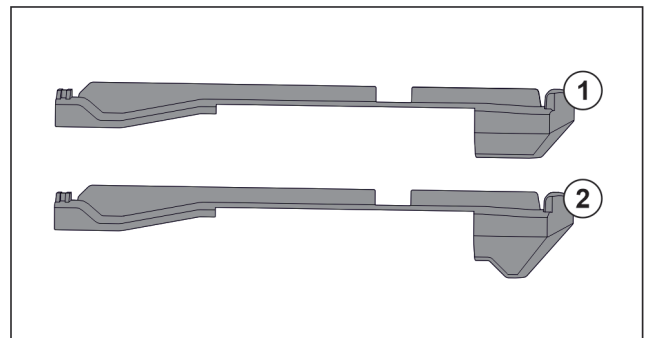

Fig. 54 Порівняння вставних частин
У пристрої є дві різні вставні частини. Вставна частина над самим нижнім висувним ящиком Fig. 54 (2) має трикутний край. Всі інші вставні частини Fig. 54 (1) мають прямий край.
- ▶ Розмістити вставну частину Fig. 54 (2) з трикутним краєм над самим нижнім висувним ящиком.
- ▶ Розмістити вставну частину Fig. 54 (1) з прямим краєм у всіх інших місцях.